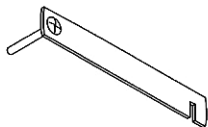
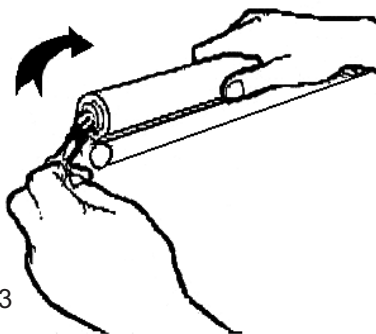

Bild 2
Bild 3
4. Rollofeder mit dem mitgelieferten Spannschlüssel Bild 2 ca. 10 - 13 Umdrehungen spannen Bild 3.
Spannung erhöhen wie Bild 3.